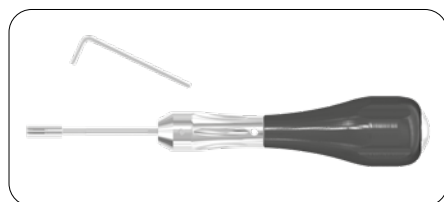

Fig. 2
Desserrer la tomas®-screwdriver Allen set screw (tige filetée à six pans creux) en utilisant la tomas®-screwdriver key 1.3 (clé hexagonale 1,3), puis déposer la tomas®-screwdriver tip (tige de tournevis) (Fig. 2).